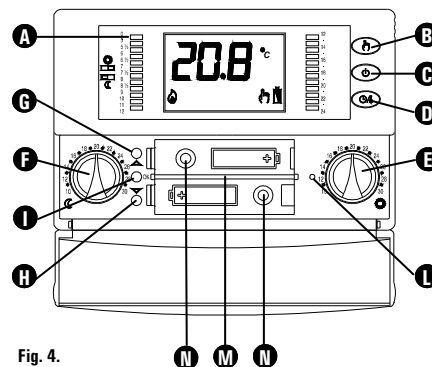

Fig. 4.
- Inserire le batterie nel vano batterie (M di Fig. 4); vedi paragrafo 'INSERIMENTO/SOSTITUZIONE BATTERIE'.
- Aprire lo sportellino da cui si accede al vano pile (Fig. 4).
- Solo nel caso in cui il cronotermostato non risponda correttamente eseguire un reset tramite il tasto indicato in N di Fig. 4; **NON USARE AGHI O STRUMENTI CHE POSSANO DANNEGGIARE IRREPARABILMENTE IL CRONOTERMOSTATO.**